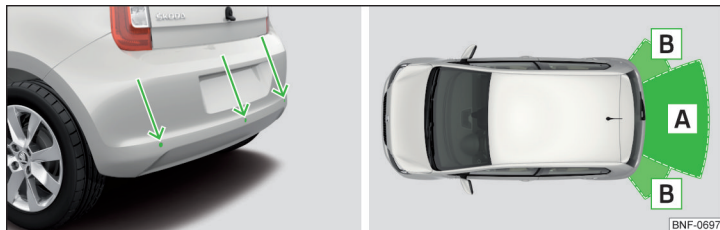

Рис. 125 Місце встановлення датчиків / дальність дії датчиків.
- Тримайте датчики системи » Рис. 125 на стор. 109 у чистоті, очищуйте їх від снігу та криги, не прикривайте їх сторонніми предметами, інакше робота системи може бути обмеженою.
За допомогою ультразвукових хвиль система розраховує відстань від бампера і до перешкоди. Ультразвукові датчики розташовані в задньому бампері » Рис. 125.
Приблизна дальність дії датчиків » Рис. 125